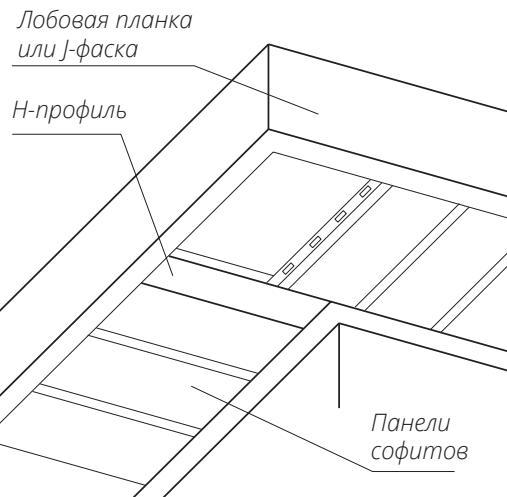
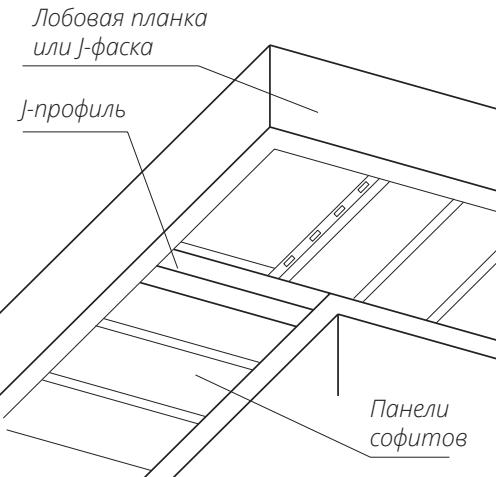
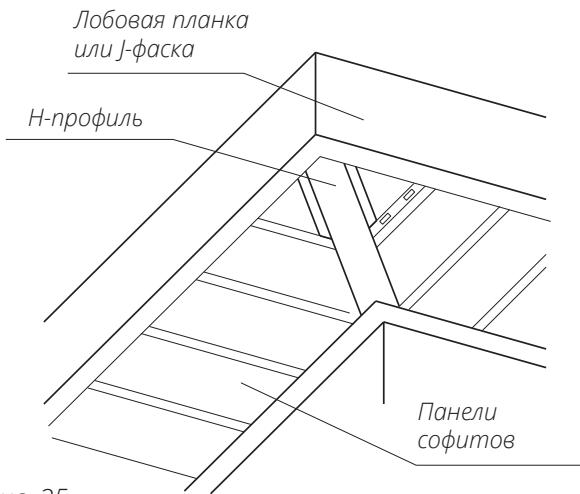
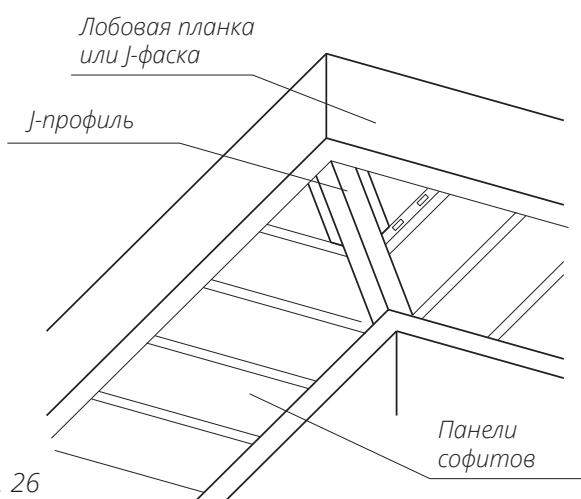

Рис. 23
Рис. 24
Рис. 25
Рис. 26
■ Оформление поворота можно производить как под прямым углом (рис. 23, рис. 24), так по диагонали (рис. 25, рис. 26). В обоих случаях на стыке панелей софита могут использоваться H-профиль (рис. 23, рис. 25) либо 2 J-профиля (рис. 24, рис. 26). Если не требуется скрыть крепеж, используйте Планку стыковочную простую.
- Перед монтажом планки сделайте ее разметку, приложив к месту установки так, чтобы зазоры между доборными элементами были минимальны. Обрежьте лишнее (рис. 23). Закрепите планку саморезами к обрешетке.